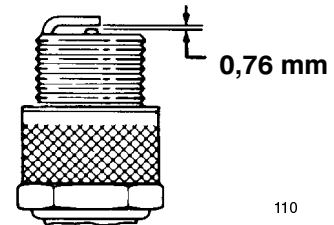

Bild 36
- Stellen Sie den Elektrodenabstand an der Zündkerze auf 0,76 mm ein (Bild 36).